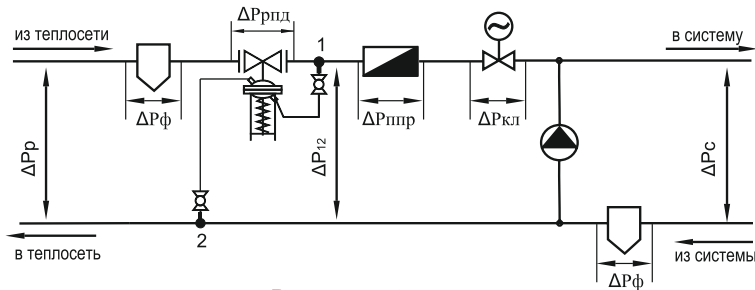

Рисунок 2.1
- регулятор перепада давления установлен на вводе в тепловой пункт (Рис.2.1), перепад давления  $\Delta P_{рпд}$  будет равен:
- регулятор перепада давления установлен на вводе в тепловой пункт (Рис. 2.1), перепад давления  $\Delta P_{рпд}$  будет равен: